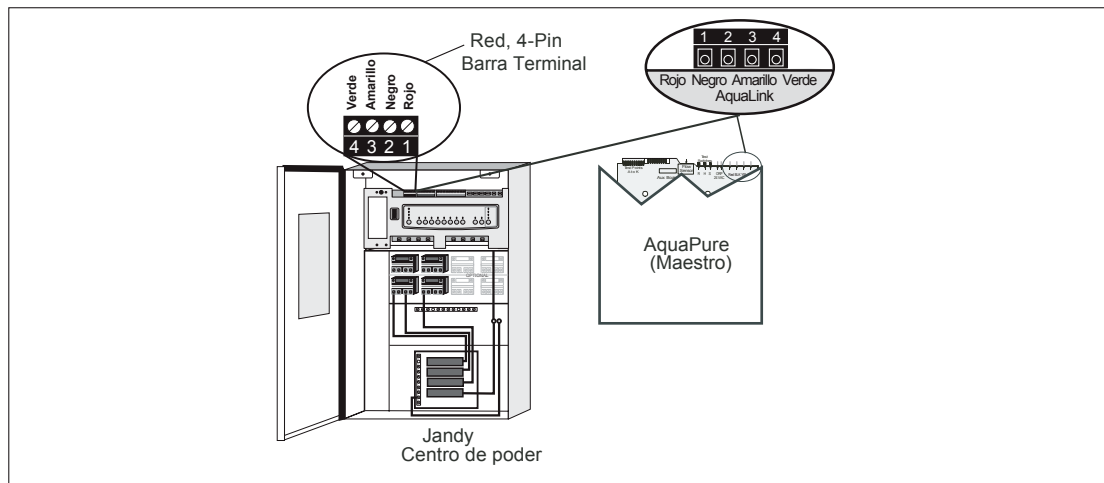

Figura 12. Cableado un AquaPure a un sistema de control de red de AquaLink RS
El Jandy AquaLink RS y AquaPure usan una conexión de cuatro (4) cables para comunicarse y pueden estar cableados hasta a 500 pies (150 m) de distancia. Cualquier cable conductor de cuatro (4) cables para exteriores, mínimo de calibre 22 AWG, puede ser usado. Localice las terminales para atornillar apropiadas en el panel de circuito según la Figura 12. Conecte eléctricamente el AquaPure de la barra terminal roja de 4 pines a la barra terminal roja de 4 pines del AquaLink RS (vea Figura 12).
IMPORTANTE Conecte los cables a las terminales para atornillar numeradas en ambos el AquaPure y AquaLink RS tal como se muestra en la Figura 12.